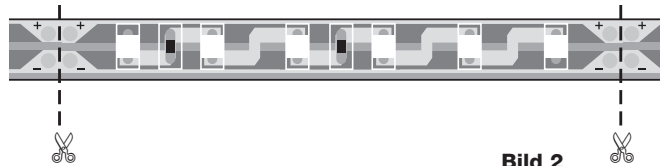

Bild 2
1. LED-Platine, falls erforderlich, kürzen (Bild 2).
LED-Platinen können jeweils nach **sechs** LEDs getrennt werden (Bild 2).
1. LED-Platine an der markierten Stelle durchschneiden (Bild 2).